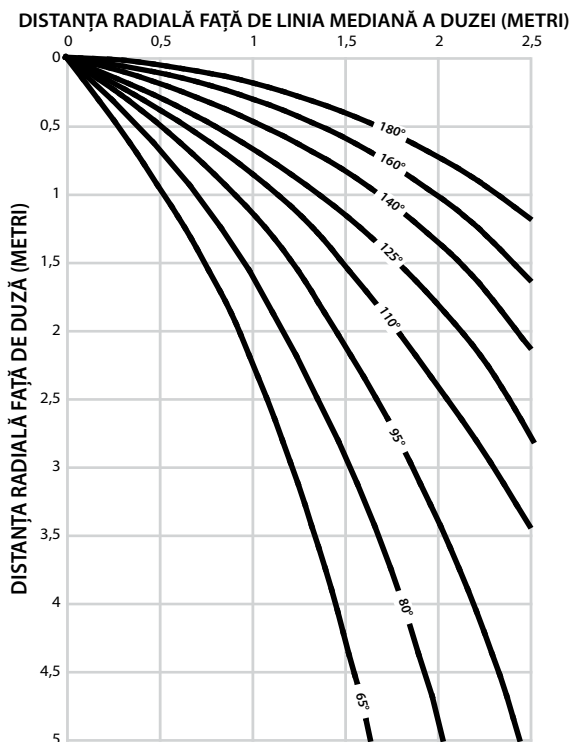
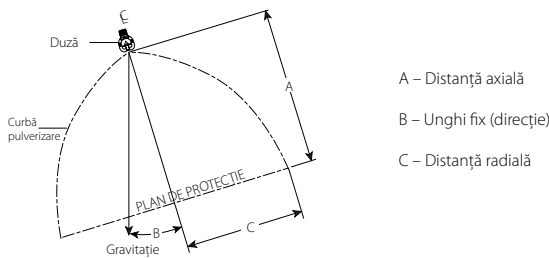

Figura 2 - Curbele de pulverizare (toți factorii K)
Figura 3 - Variabile de acoperire a pulverizării
- Figura 2 prezintă distanța radială pentru diverse înălțimi conform testării în poziție suspendată la presiuni de descărcare de 10 psi, 20 psi și 60 psi (69 kPa, 138 kPa și 414 kPa). Vezi figura 3, variabila C.
- Pentru instalări omologate FM se va utiliza o toleranță de +/- 0,6 m (2 ft) de la valoarea nominală corespunzătoare distanțelor radiale arătate (axa x) în figura 2 pentru toate direcțiile cu unghi fix. Toleranța de unghi recomandată pentru curba de pulverizare este de +/- 5° pentru poziția suspendată (vertical cu capul în jos) și +/- 10° pentru toate celelalte direcții cu unghi fix.
- Pentru instalări UL/NFPA se va utiliza o toleranță de +/- 15% de la valoarea nominală corespunzătoare distanțelor radiale arătate (axa x) în figura 2 pentru toate direcțiile cu unghi fix.